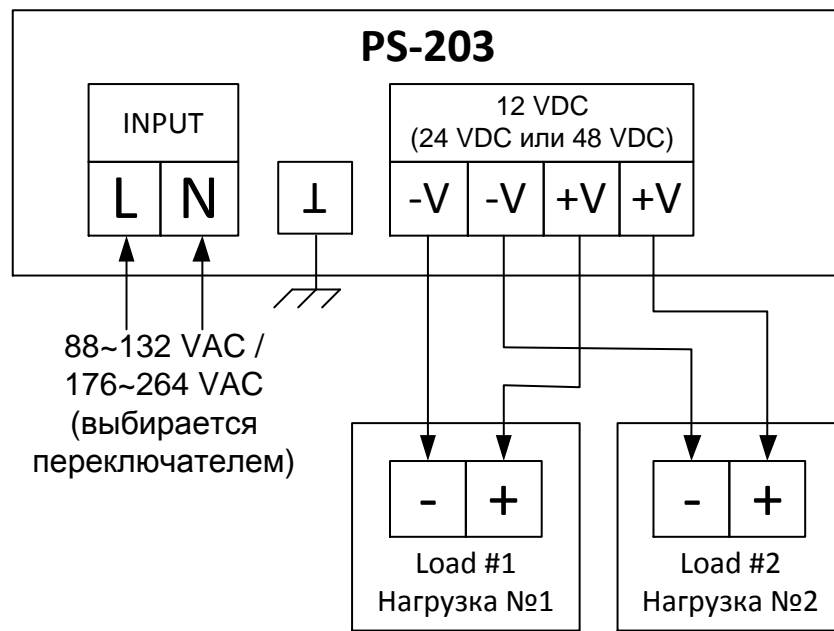

Рисунок 2. Схема подключения PS-203
2) Подключите кабели от внешних устройств и источников питания к клеммам БП согласно маркировке (смотрите Рисунок 2).